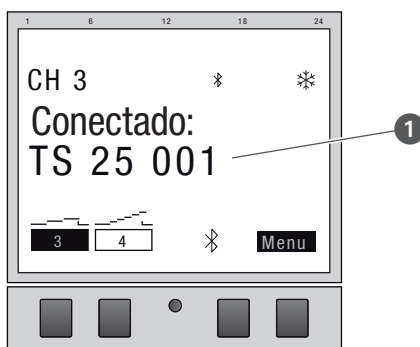

Fig. 24: El módulo de canales adicionales está conectado al interruptor horario de carril DIN
9. Cuando la conexión está activa, el módulo de canales adicionales muestra el nombre del aparato conectado (Fig. 24/1).